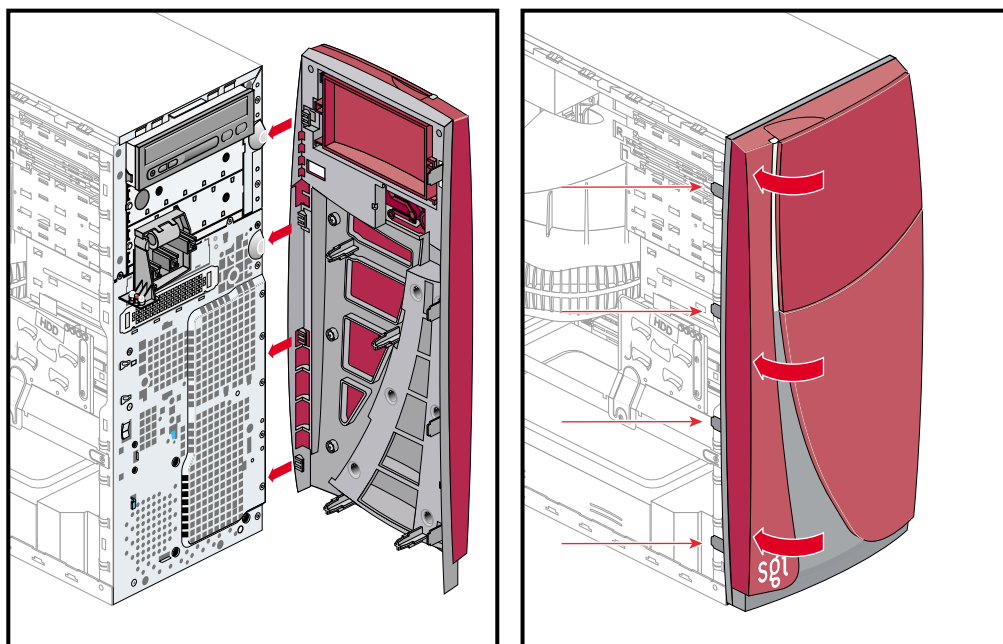

図 4-46 ベゼルの取付け
1. ベゼル右側の 4 つのタブをシャーシ右側の 4 つのスロットに合わせます。図 4-46 を参照してください。
2. タブが筐体の左側にかみ合うまで、ベゼルの左端をシャーシの方に回転させます。図 4-46 を参照してください。